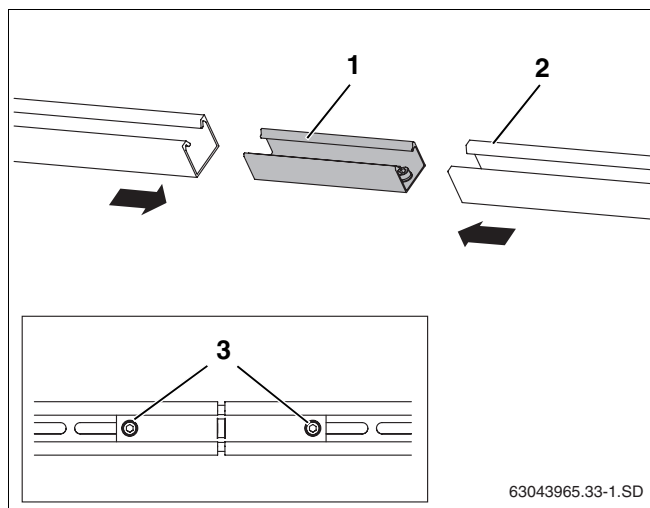

Fig. 31 Ligar os perfis
- ▶ Introduzir o ligador de encaixe (fig. 31, **item 1**) até ao batente nos dois perfis (fig. 31, **item 2**).
- ▶ Para fixar os dois pernos roscados M10 pré-instalados (fig. 31, **item 3**) no ligador de encaixe, apertar com a chave SW5.